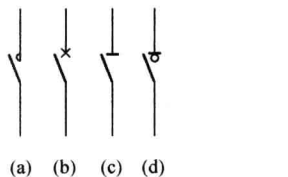

图 1-6 触点图形符号
(8) 接触器、断路器触点、隔离开关触点、负荷开关主触点都有专门的标记，标记符号位于静触点上，如图 1-6 所示。
(9) 触点与回路的正确连接。